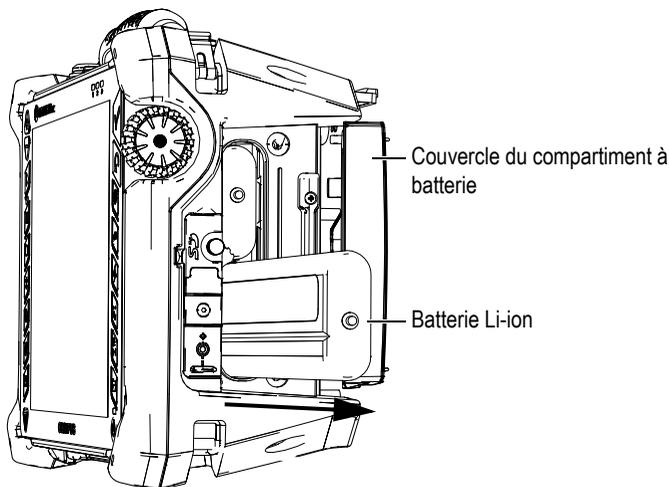

Figure 2-5 Retrait de la batterie Li-ion
2. Tirez sur la sangle pour retirer la batterie (voir la Figure 2-5 à la page 48).